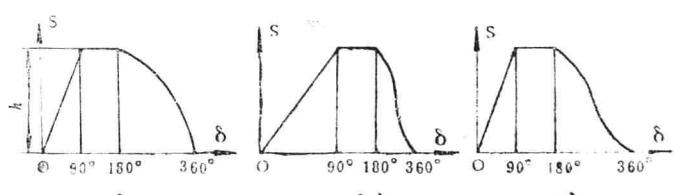

图2.3
(1) 正确的位移曲线为图2.3 中的 _____. (2) 该机构在 _____ 处易产生刚性冲击。(3) 若不改变运动规律而要减小冲击, 解决的办法是: _____.